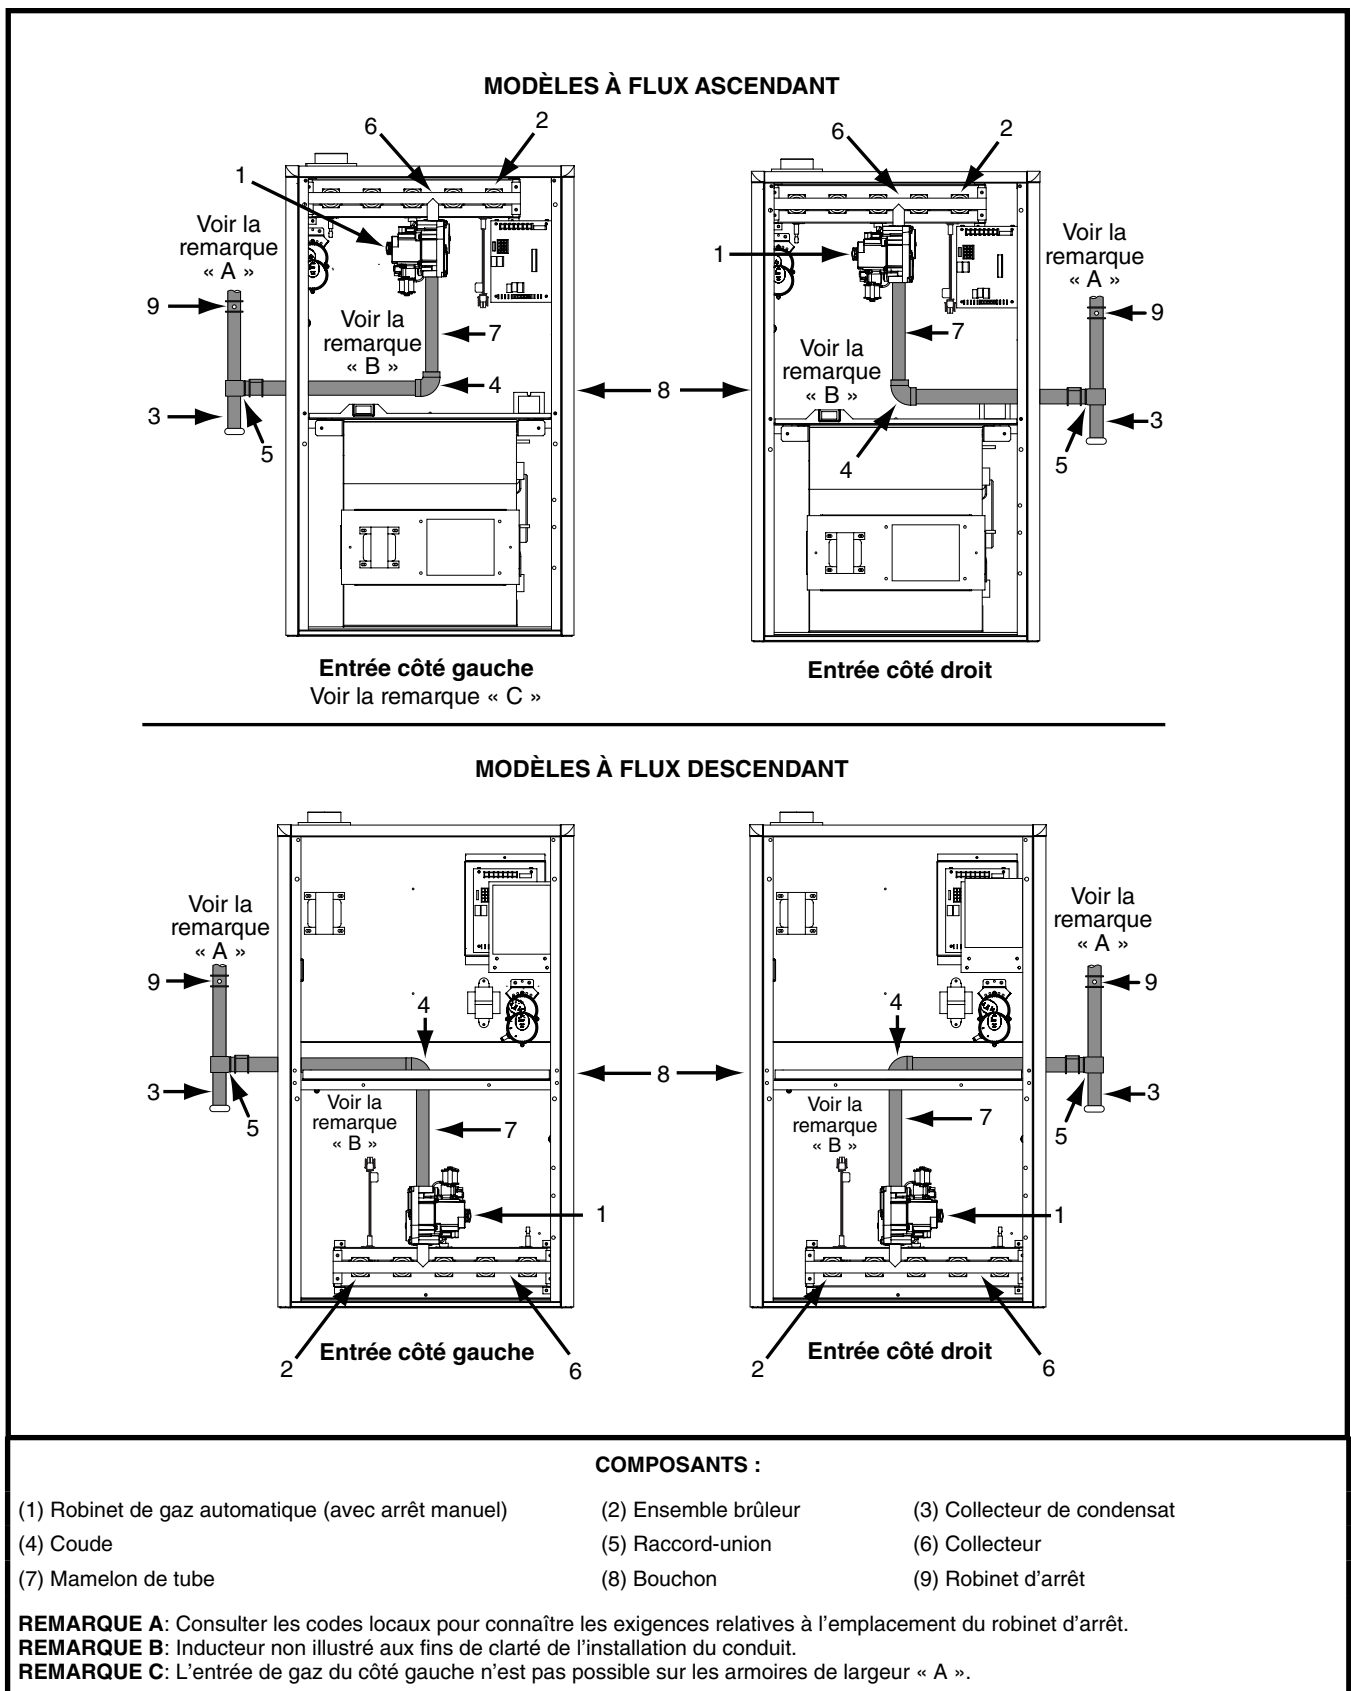

Figure 18. Raccordements de gaz typiques
- Certaines réglementations locales exigent l'installation d'un robinet d'arrêt principal manuel et d'un raccord-union de mise à la terre à l'extérieur du générateur d'air chaud. Le robinet d'arrêt doit être facilement accessible pour l'entretien ou l'utilisation d'urgence. Communiquer avec le service public local ou le fournisseur de gaz pour connaître les exigences supplémentaires relatives à l'emplacement du robinet d'arrêt de gaz principal manuel. Consulter la Figure 18 \(page 21\).
- Il faut installer un collecteur de condensat dans la longueur de conduit verticale acheminée jusqu'à l'appareil. Consulter la Figure 18.
Au moment de raccorder l'alimentation en gaz, prévoir un dégagement entre la conduite d'alimentation de gaz et le trou d'entrée dans le boîtier du générateur d'air chaud pour éviter les bruits non désirés ou les dommages au générateur d'air chaud. Raccordements de gaz typiques, comme indiqué à la Figure 18.